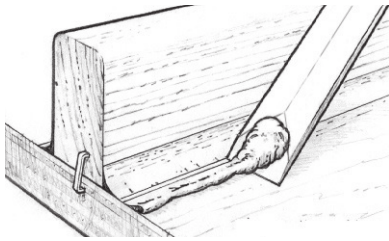

Figura 14 Limpie el exceso de epóxico fuera del margen del filete.
3. Limpie el exceso de material restante fuera del margen usando una varilla mezcladora o una espátula (Figura 14). Se puede aplicar tela o cinta de fibra de vidrio sobre el área del filete antes de que el filete se haya curado (o después de que el filete se haya curado y lijado).